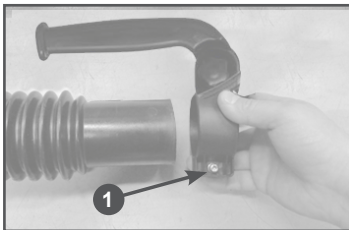

Рис. 5 Установка рукоятки
2. Наденьте рукоятку напорной трубы на свободный конец гибкой трубы (Рис. 5). При необходимости, ослабьте винт хомута крепления рукоятки.